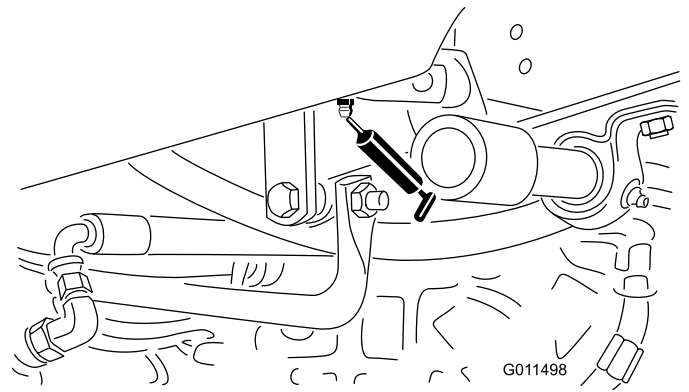

Figura 37
- Casquillo del pivote del pedal de tracción (1) (Figura 37)